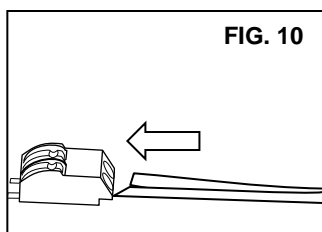

FIG. 10
- De la nouvelle CONTROLEUR DEL insérez le FIL ROUGE (ou NOIR) dans le BORNE CHAUD (marquée d'un "+" sur le PANNEAU DE DEL) et le FIL JAUNE (ou BLANC) a la BORNE NEUTRE (marquée d'un "-" sur le PANNEAU DE DEL) du bornier.(FIG. 10)